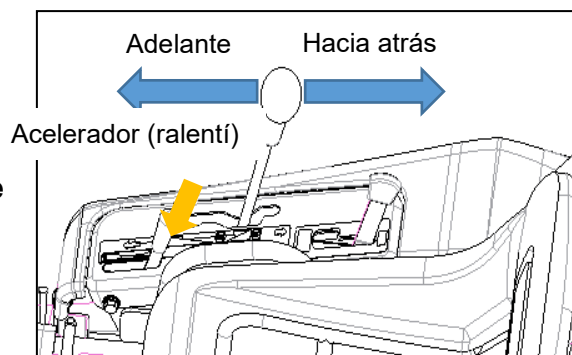

Figura 15
- **Incline la palanca de cambio a la mitad, hacia adelante y hacia atrás durante 10 segundos, después vuelve a situar la palanca en la posición neutral. (Figura 15)**
- **Cuando incline la palanca de cambio, el acelerador debe mantenerse al ralentí (Figura 15).**